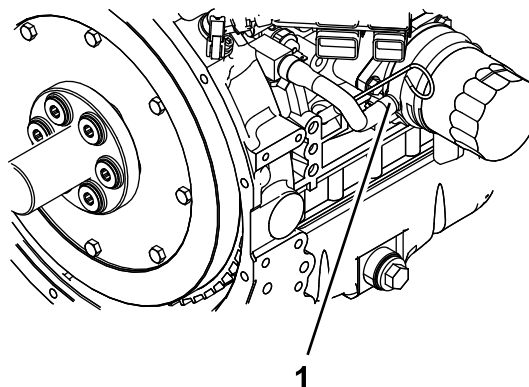

Figure 53
6. Débranchez le flexible de liquide de refroidissement du refroidisseur d'huile, et vidangez le liquide du bloc-moteur (Figure 53).